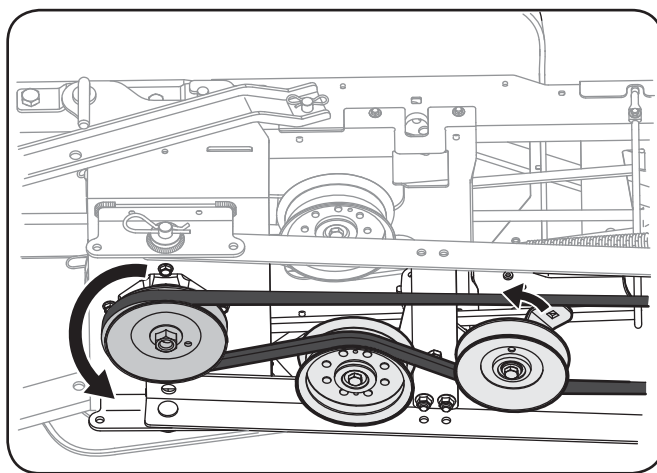

Figure 3-25
6. Installez la courroie des tarières autour de la poulie de fusée du sous-châssis. Voir Figure 3-25.